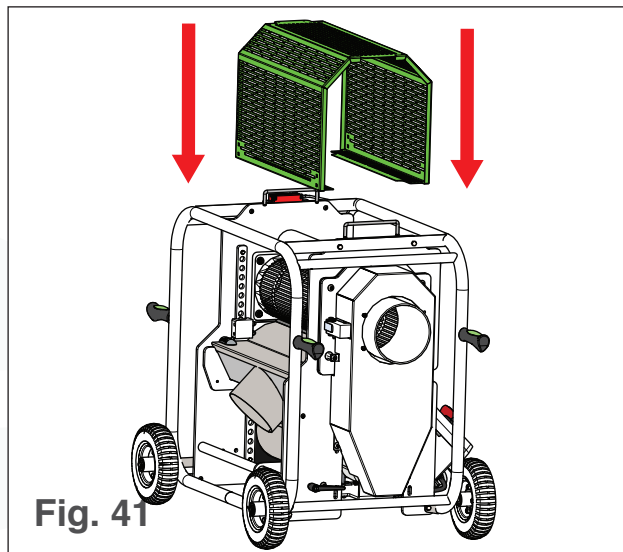

Fig. 41
1. Baje el protector del tambor a la máquina (consulte la Fig.41).